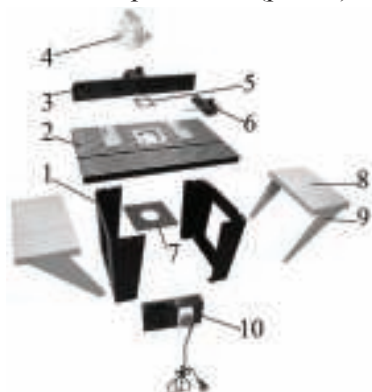

рис. 2
6.1 Сборка стола (рис. 2)
6.2.2 По отверстиям, предназначенным для крепления фрезера, точно разметьте плиту фрезера 7 (рис. 2).
руйте крепёжными винтами 11 (рис. 7). Нажмите зелёную кнопку выключателя 10 (рис. 2) фрезерного стола.